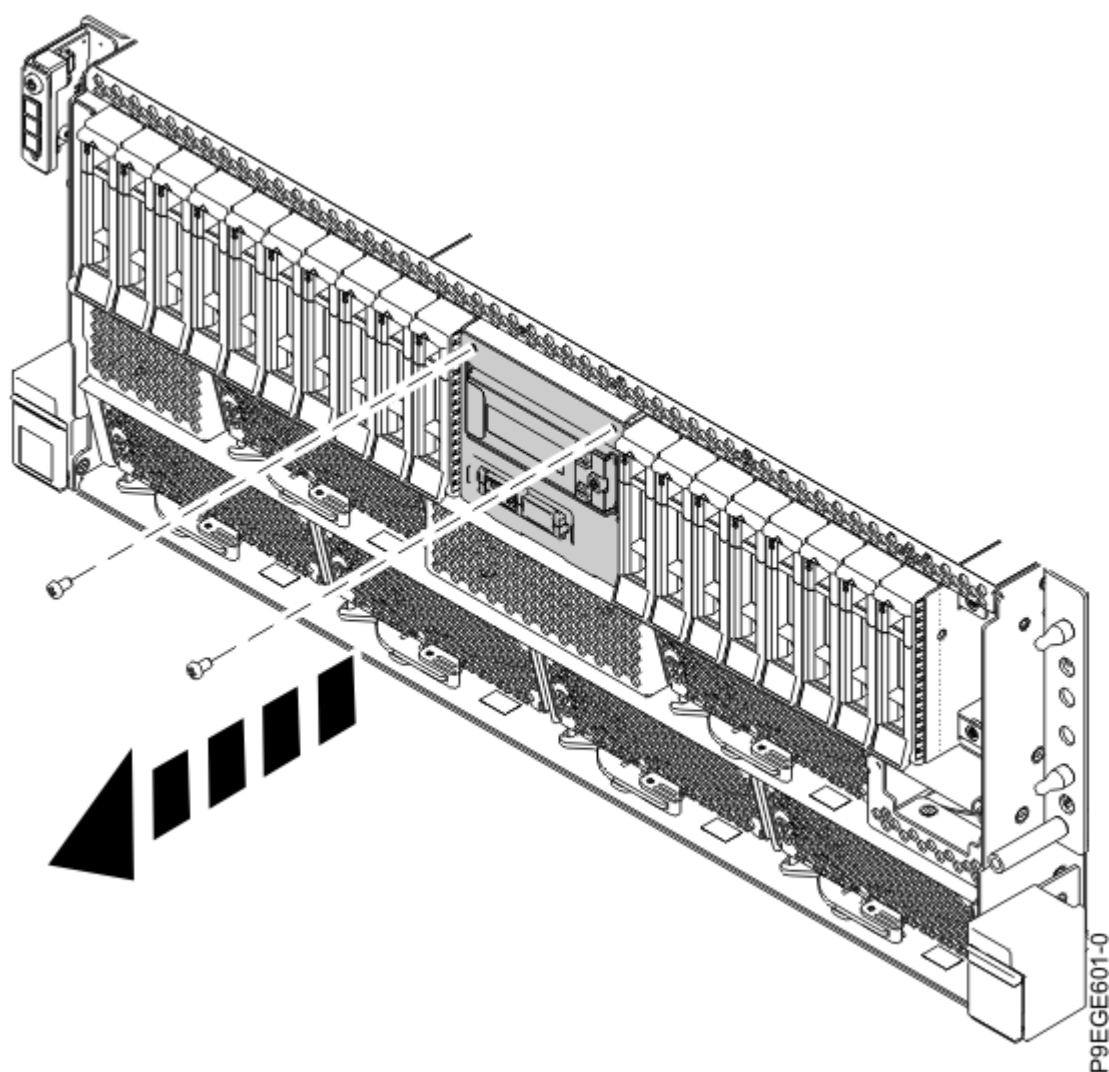

Figure 19. Retrait de deux vis du support USB avant
8. Retirez deux vis qui fixent le support du connecteur USB avant au système, comme indiqué à la Figure 19, à la page 21.